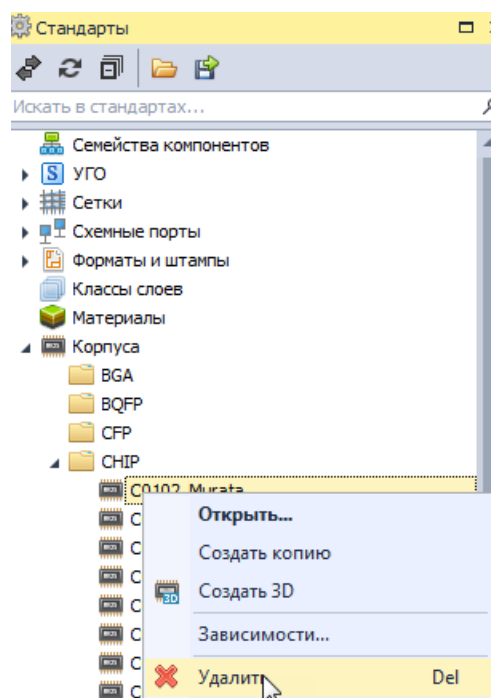

Рис. 85 Удаление корпуса
1. Выберите требуемый корпус в дереве узла «Корпуса» и в контекстном меню выберите пункт «Удалить» или воспользуйтесь горячей клавишей Delete, Рис. 85.